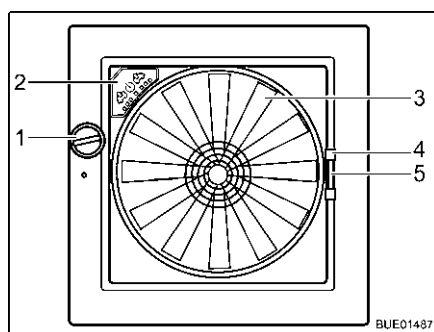

Fig. 63 Oblò Omni-Vent
- Apertura:* ■ Ruotare la manopola (Fig. 63,1), finché non si raggiunge l'angolo di apertura desiderato.
- Chiusura:* ■ Ruotare la manopola (Fig. 63,1), finché l'oblò non è completamente chiuso.
- Chiusura:* ■ Tirare la zanzariera per l'impugnatura (Fig. 63,4) verso il lato opposto del telaio.
- Serrare la maniglia (Fig. 63,5) dell'oscurante.
- Ventilatore** Se l'oblò è aperto, la zona interna può essere sfiata con il ventilatore a 6 stadi (Fig. 63,3). Il ventilatore si controlla dal quadro di comando (Fig. 63,2).